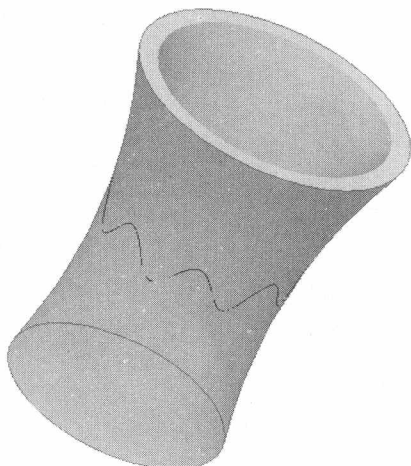

图1-13
- (1) 选取整个外表面, 如图 1-13 所示。选择菜单命令【编辑】/【复制】。